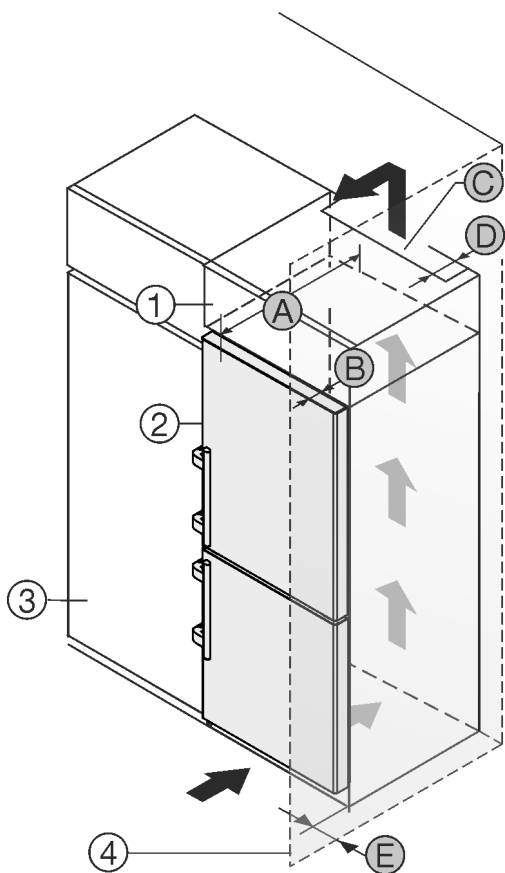

Fig. 50
Het apparaat kan in keukenkasten worden ingebouwd. Om het apparaat Fig. 50 (2) aan de hoogte van het keukenblok aan te passen, kan boven het apparaat een opzetkast Fig. 50 (1) worden aangebracht.
Het apparaat kan direct naast de keukenkast Fig. 50 (3) worden geplaatst. Om de deuren volledig te kunnen openen, moet het apparaat overeenkomstig de diepte Fig. 50 (B) t.o.v. het keukenkastfront uitsteken. Afhankelijk van de diepte van de keukenkast en het gebruik van de wandafstandshouders kan het apparaat verder uitsteken.
- Aan de achterzijde van de opzetkast moet een luchtafvoerkanaal met de diepte Fig. 50 (D) over de volledige breedte van de opzetkast aanwezig zijn.
- Onder het plafond moet de ventilatiedoorsnede Fig. 50 (C) worden aangehouden.
Wanneer het apparaat met de scharnieren naast een wand Fig. 50 (4) wordt geplaatst, moet de afstand Fig. 50 (E) tussen apparaat en wand worden aangehouden. Dit komt overeen met de uitsteekmaat van de handgreep bij geopende deur.